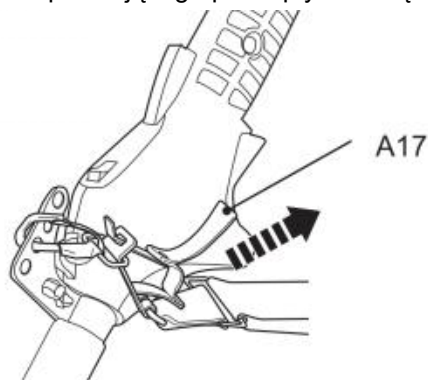

Fig. 34
5. W razie awarii chwycić lewą ręką przedni uchwyt (A27), a prawą pociągnij linę (A17) (rys. 34). Metalowa blokada zostanie automatycznie zwolniona z zacisku zabezpieczającego pod wpływem ciężaru produktu.